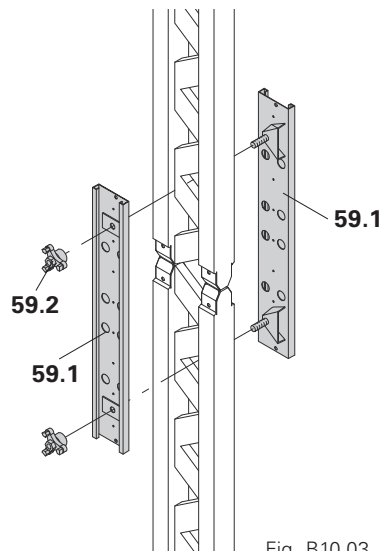

Fig. B10.03
3. Unir ambas as uniões Varioflex e apertar com as porcas de orelhas. (Fig. B10.03)